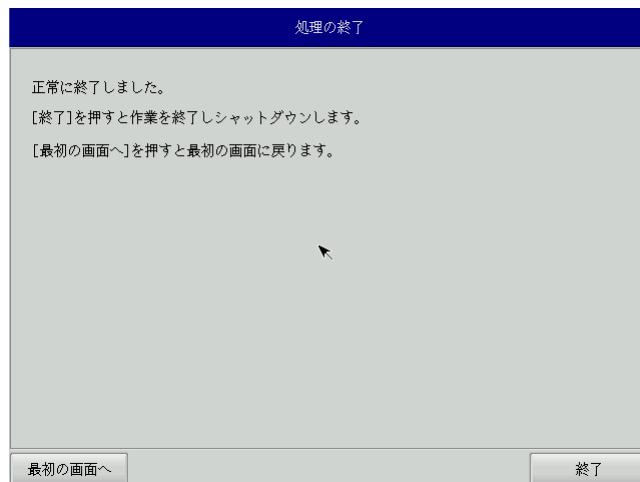

図 5-3-4. 終了画面
- ⑧ 終了画面（図 5-3-4）が表示されると工場出荷イメージの書込みは完了です。[終了]ボタンを押して電源を落とし、DVD ドライブを外します。